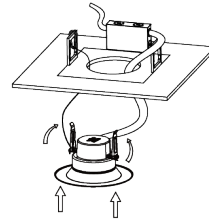

Fig. 5
- Serrer les deux clips du boîtier afin qu'ils soient en position verticale, puis insérer le luminaire dans le boîtier (Fig. 5).